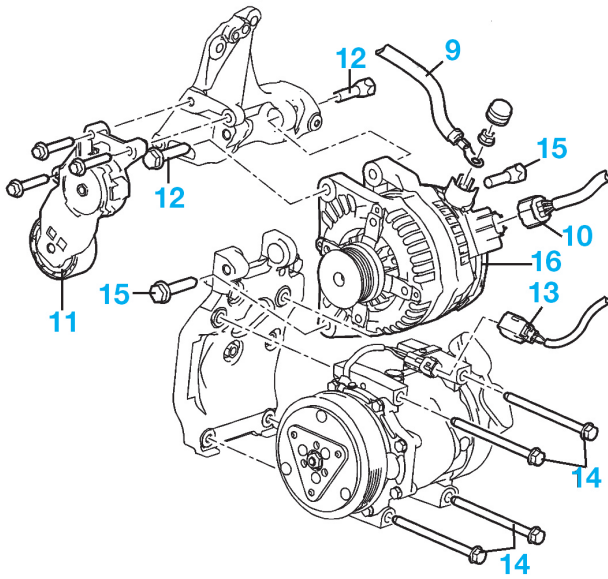

Fig.5
- le câble batterie (9) de l'alternateur (Fig.5).